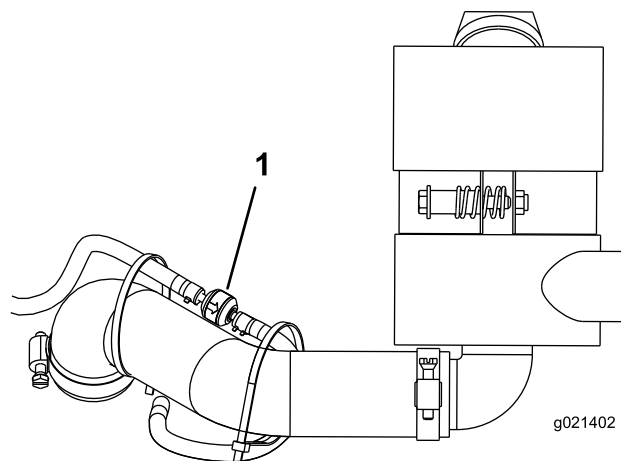

Figura 45
1. Allentate le fascette stringitubo che fissano il filtro dell'aria nel canister a carboni attivi ai flessibili (Figura 45). Il filtro dell'aria e i flessibili del canister a carboni attivi sono fissati tramite cavi al flessibile del filtro dell'aria.
3. Togliete il filtro dell'aria del canister a carboni attivi e scartatelo (Figura 45). Verificate che la direzione della freccia sia rivolta verso il filtro.